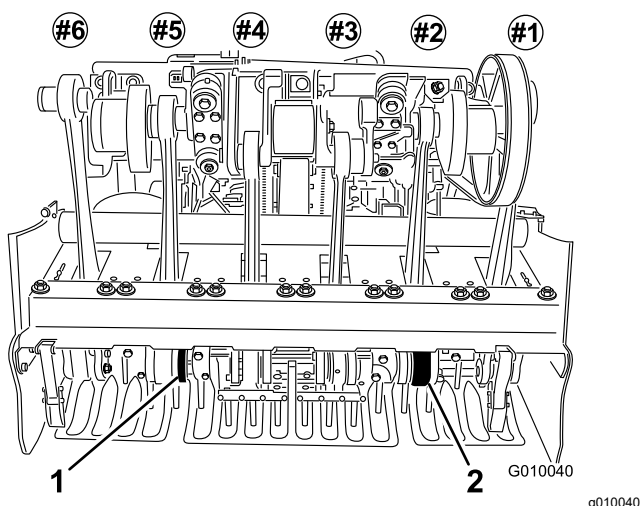

Figura 25
6. Montai dinii în suporii pentru dini nr. 2 i nr. 5 (**Figura 25**). Strângei uruburile.